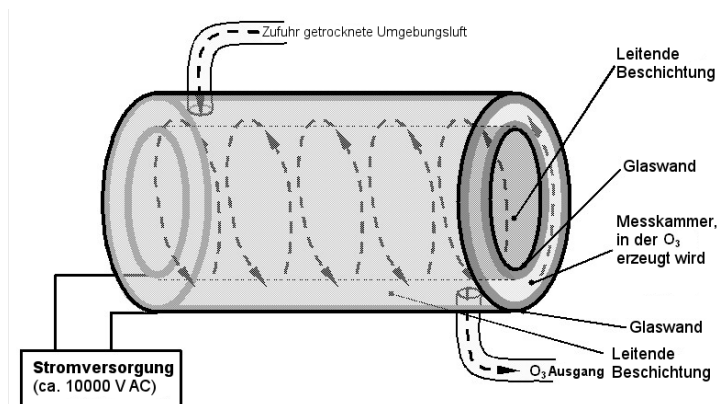

Abbildung 6-10 Arbeitsweise des Ozongenerators
Der Analysator verwendet ein duales dielektrisches Korona-Entladungsröhrchen (CD) zur Erzeugung von O₃, das hohe Konzentrationen von O₃ effizient und mit geringer Überschusswärme erzeugen kann (siehe Abbildung 6-10). Die Hauptkomponente des Generators ist ein Glasröhrchen mit hohlen Wänden, dessen äußeren und inneren Oberflächen mit einem elektrisch leitenden Material beschichtet sind.